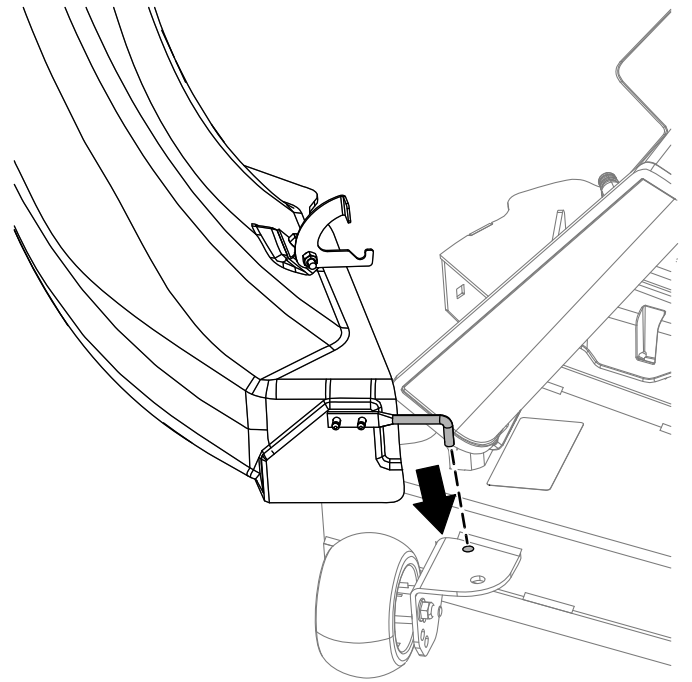

Bild 21
4. Kippen Sie den Auswurfkanal und setzen Sie den Stift in das Loch auf dem Mähwerk ein, wie in **Bild 21** dargestellt.